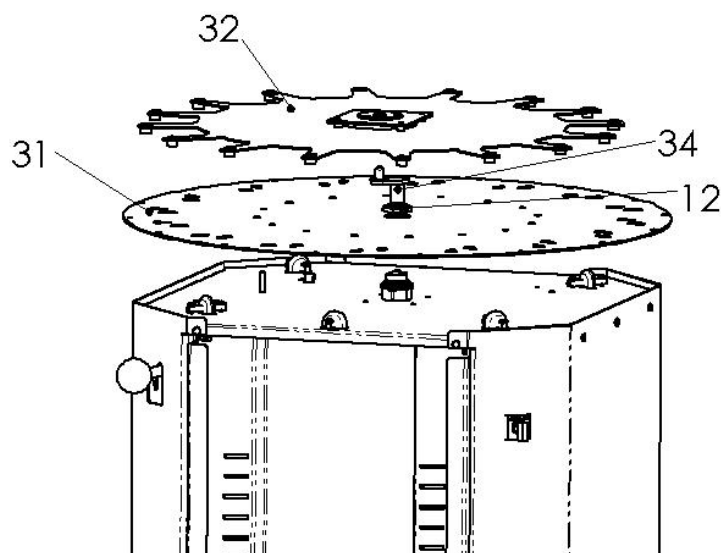

Figura 3-1
- 2) Rimuovere la piastra girevole (31) dall'imbballaggio e collocarla al centro della macchina con il dado girevole in ottone (Figura 3-1) (la boccola in Nylon e la rondella di supporto devono essere già in posizione sul dado girevole in ottone).
- 3) Una volta che la piastra girevole è in posizione, serrare il dado della piastra girevole (12) sul dado girevole in ottone (Figura 3-1).
- 4) Introdurre l'albero a manovella e la rondella in Nylon (34) nel centro del dado girevole in ottone (9) (Figura 3-1).
- 5) Appoggiare la piastra di agitazione (32) sulla piastra girevole (31) posizionandola al centro rispetto all'albero a manovella (Figura 3-1).